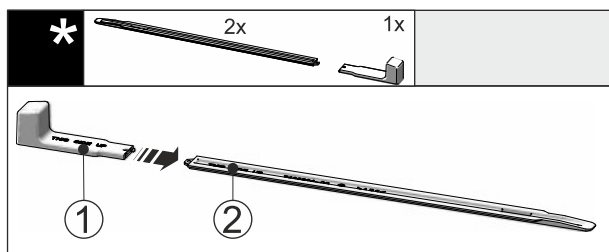

Fig. 45
- Sæt monteringsgrebet Fig. 45 (1) på nivelleringskinnen Fig. 45 (2).